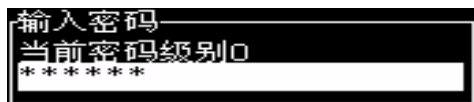

图 4-3: 级别 0 密码
- 2 按下 *Alt + w*。选择 *Enter Password*（输入密码）（请参阅图 4-2）选项，然后按下 *Enter* 按键。显示 *Enter Password*（输入密码）屏幕（请参阅图 4-3）。